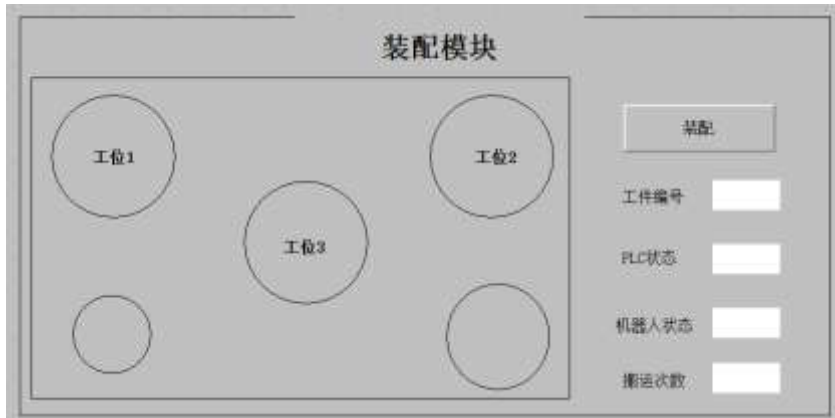

图 5-3 装配触摸屏示意图
在触摸屏上按下“装配”按钮，选手将固定在装配模块上的零件按照装配工艺将轴承外圈 (2)、轴承滚体 (3)、轴承内圈 (4)、轴承挡圈 (5) 装配在指定的工位上进行装配。每完成一个零件的装配，触摸屏上显示当前装配完成的工件编号、机器人和 PLC 运行状态。装配完成后机器人回到初始位置，同时触摸屏显示机器人和 PLC 待机状态，触摸屏上显示机器人一共搬运的次数。如图 5-3、4 装配示意图。